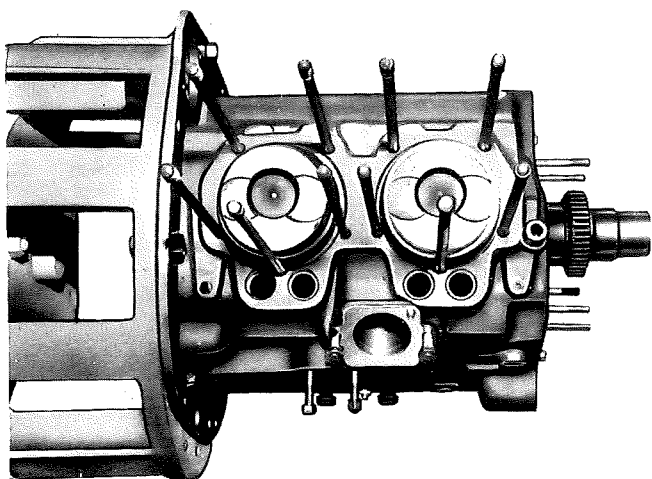

Fig. 28 - Orientation du piston.
- Le groupe bielle-piston doit être monté en orientant la chambre d'explosion du côté opposé au logement des poussoirs (fig. 28).